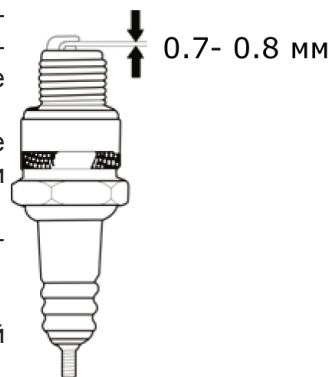

Рис. 22
5. Проверьте зазор между электродами свечи зажигания. Он должен составлять 0.7-0.8мм (Рис. 22). При необходимости отрегулируйте зазор.